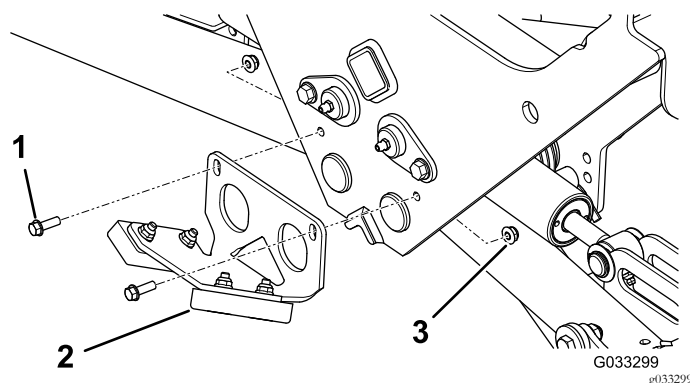

Figure 21
2. Montez la butée arrière comme montré à la Figure 21.